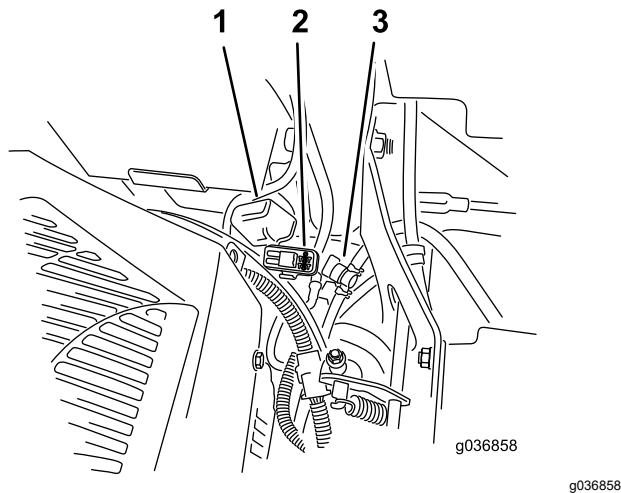

Рисунок 54
Примечание: На машинах с системой подвески MyRide проверьте, чтобы кабель заземления не мог тереться о продольный рычаг подвески или нижнее крепление амортизатора (Рисунок 54).
Предохранители расположены на правой консоли рядом с сиденьем (**Рисунок 54**).
2. Установите новый предохранитель (**Рисунок 54**).